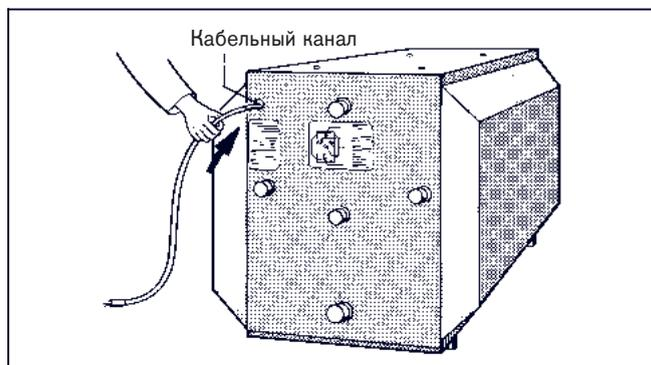

Рис. 6
- Ввести датчик регулятора температуры ГВС* с задней стороны бойлера через отверстие кабельного канала (рис. 6).